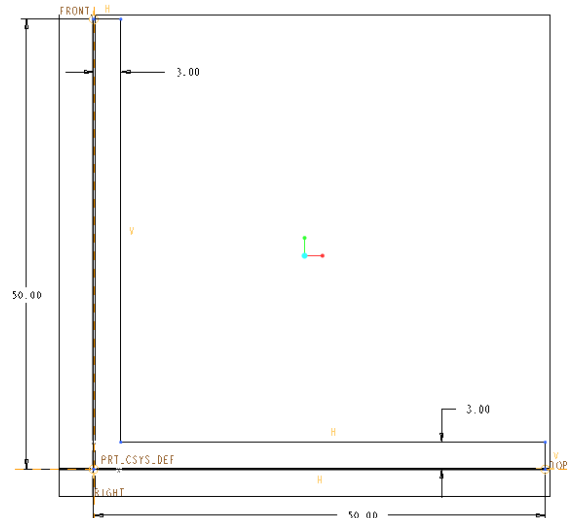

図 3-26 寸法修正後のL字型スケッチ
- 「終了」ボタンをクリックすると図 3-26 のように変更される。